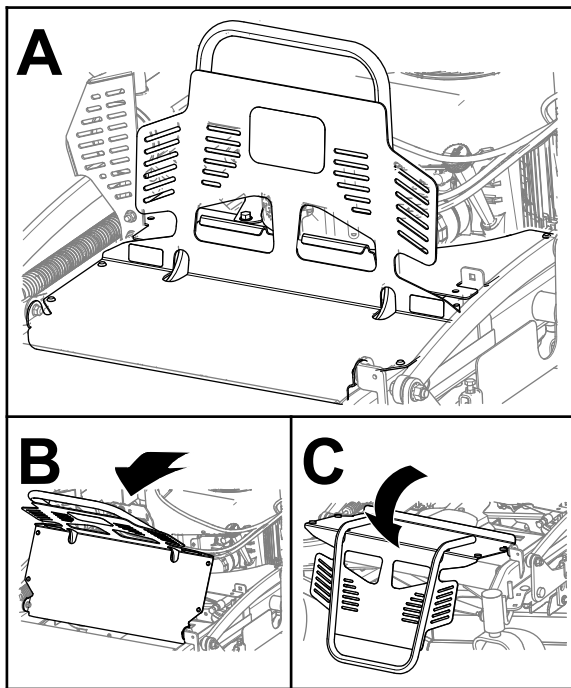

図 34
2. 図 34のようにエンジンガードを前方に跳ね上げて倒す。